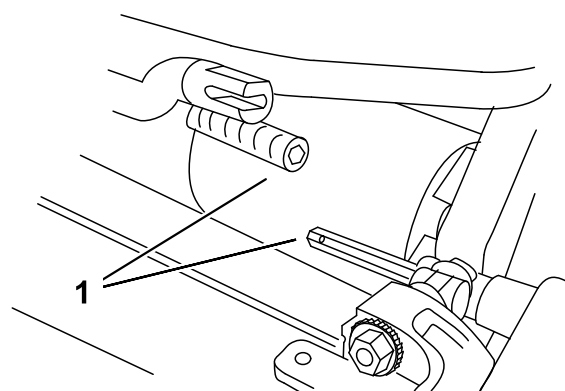

図 7
3. カッティングユニットをトラクションユニットの下に押し込み、次に左に押しつけてトランスミッションのカップリングに接続する 図 7。